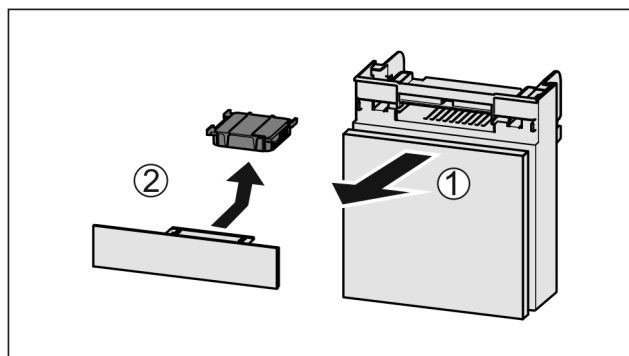

Fig. 67
- ▶ Vytiahnite zásuvku smerom dopredu Fig. 67 (1).
- ▶ Vyberte aktívny uhlíkový filter Fig. 67 (2).